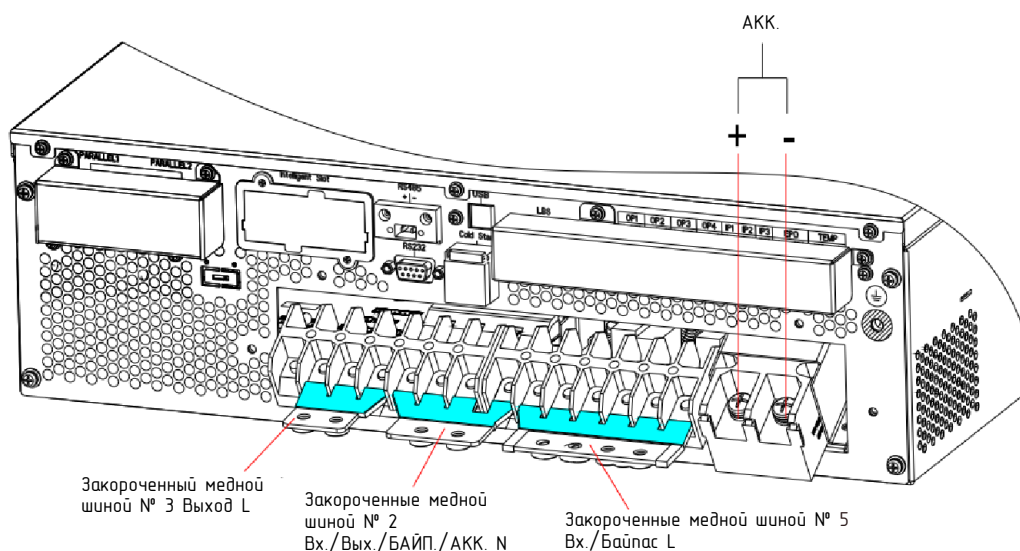

Рисунок 3-22. 1-фазный вход и 1-фазный выход, общий вход
3. Закоротить клеммы mA, bA, mB, bB и mC, bC медной шиной № 5; закоротить клеммы BATN, oN, bN и mN медной шиной № 2; закоротить клеммы oA, oB, oC медной шиной № 3, как показано на рис. 3-22.